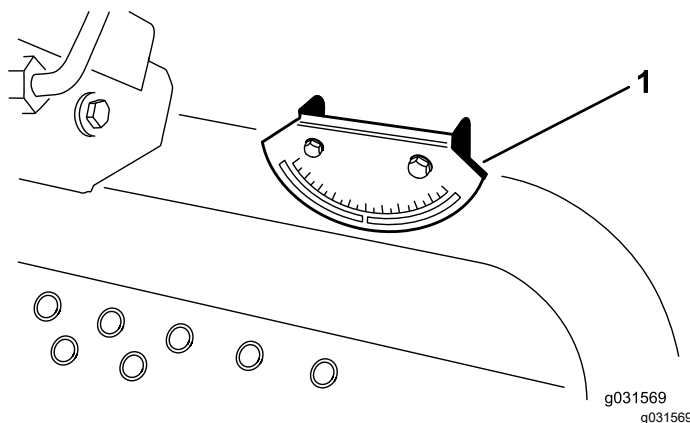

Рисунок 4
**Примечание:** Индикатор угла, установленный на машине, также должен показывать 0° (Рисунок 4).